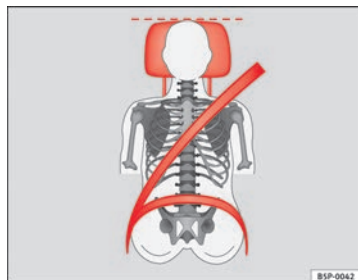
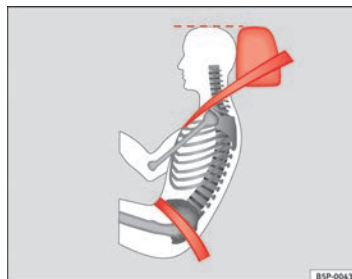

Fig. 87 Vue de face :
Fig. 88 Vue de côté :
- Ajustez l'appuie-tête de sorte que le bord supérieur de celui-ci soit à la même hauteur que la partie supérieure de la tête, et au minimum à la hauteur des yeux ⇒ fig. 87 et ⇒ fig. 88.